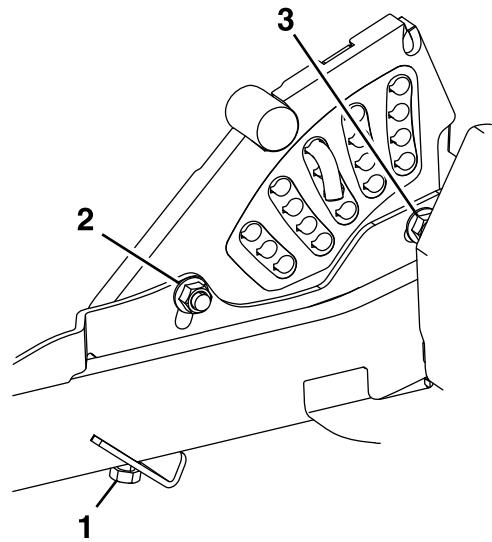

Figure 83
11. Si les 4 dispositifs de réglage du plateau n'offrent pas suffisamment de capacité de réglage pour obtenir la hauteur de coupe précise avec le râtelier souhaité, vous pouvez ajuster le système monopoint (Figure 83).
12. Pour ajuster le système monopoint, commencez par desserrer les boulons de montage de la plaque de hauteur de coupe avant et arrière (Figure 83).
14. Serrez les 2 boulons au bas de la plaque de hauteur de coupe (Figure 83).